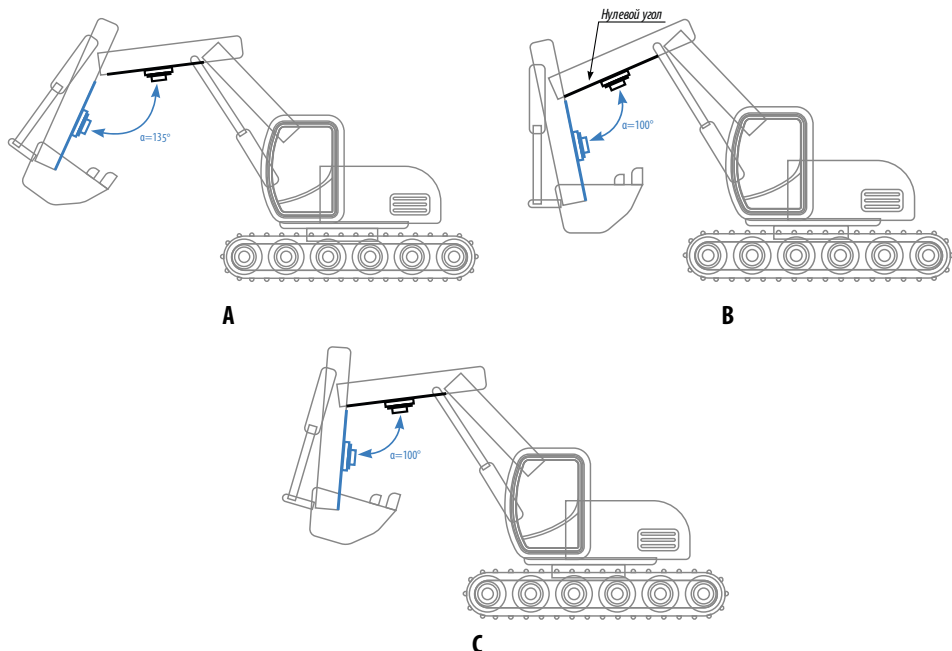

Рис.6. Разностный режим.
- Мастер осуществляет измерение угла относительно датчика, который является помощником (**Рис.6, А**).
- Нулевой уровень задается помощником (**Рис.6, В**).
- Угол наклона остается постоянным при отклонении механизма, если при этом не меняется угол между помощником и мастером (**Рис.6, С**).